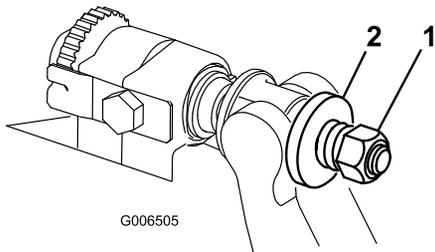

Bild 20
6. Ziehen Sie die Federspannungsmutter an, bis die Feder zusammengedrückt ist, drehen Sie sie dann eine 1/2 Umdrehung heraus (Bild 20).